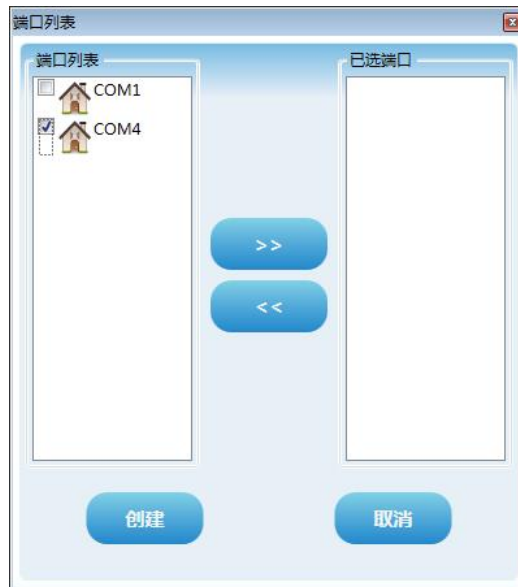

图 5 添加串口界面
- (2) 然后用串口线(或 485/422 转串口线)连接网关的 RS232 (或 RS485/RS422) 接口和电脑的串口，最后给网关上电，此时网关的电源指示灯(PW)应该常亮。
- (3) 启动 *Modbus General Configuration tool* 配置软件，右键单击设备列表中的“主机”，点击“添加串口”，弹出端口列表窗口如下图 5 所示，在左侧“端口列表”里选中当前连接有网关的串口，点击按钮  将其移动到右侧的“已选端口”，最后点击按钮 ，这时选中的串口 COMx 将出现在设备列表中的主机下面。